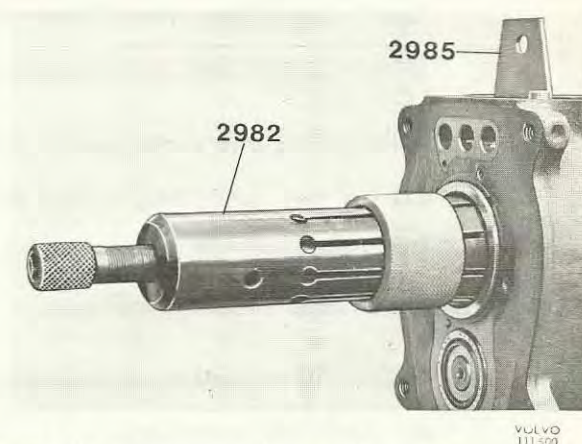

Bild 2. Demontering av lager för ingående axel
5. Demontera urtrampningslagret, locket över ingående axeln och svänghjulskåpan. Ta bort låsringen och dra av lagret för ingående axeln med avdragare 999 2982, bild 2. Ta bort mothållet 999 2985.